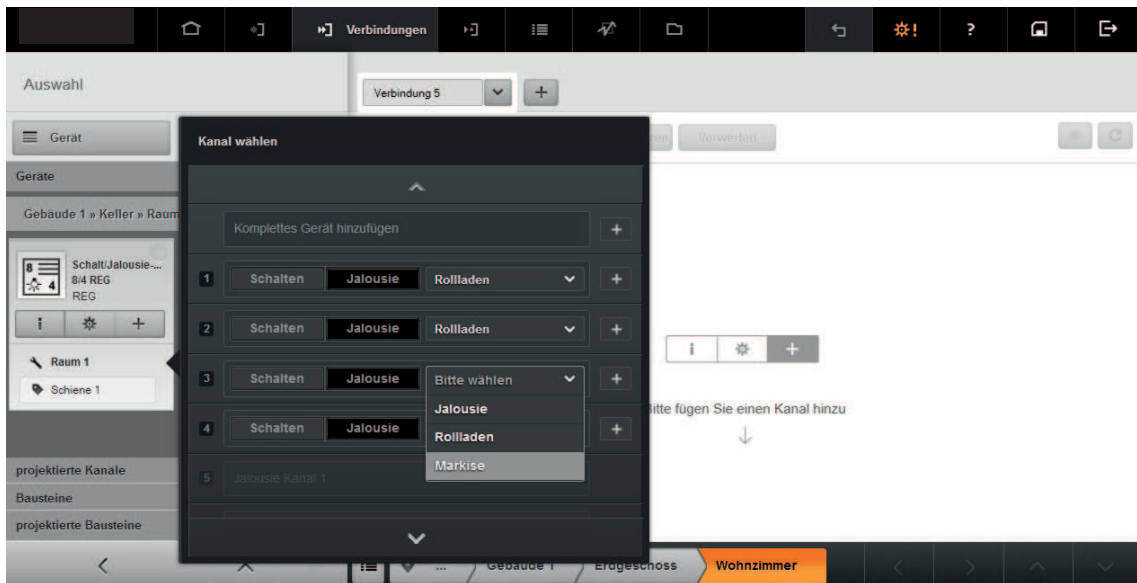

Bild 47: Auswahlfenster für die Kanalwahl (Beispiel Schalt- /Jalousieaktor)
Beim Kanaltyp Jalousie werden zwei Kanäle benötigt. Der zweite Kanal wird ausgegraut dargestellt (Bild 47).
- Betriebsart aus der Drop-down-Liste auswählen (Bild 47).